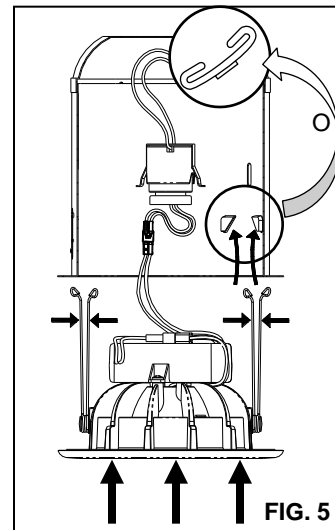
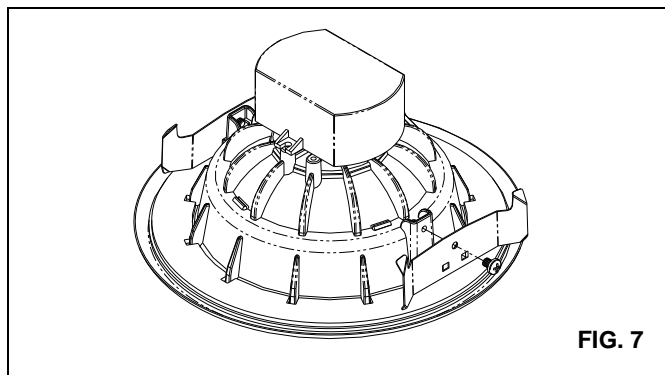

FIG. 5
FIG. 7
- Si el ALOJAMIENTO instalado no tiene RANURAS o CLIPS "C" para las ABRAZADERAS (FIG. 5), retire los TORNILLOS que sujetan las ABRAZADERAS al dissipador de calor. Coloque las LAMINAS DE FRICCION (incluidas) en la misma ubicación utilizando los TORNILLOS que previamente fueron quitados. (FIG. 7)
- Si usted está usando las ABRAZADERAS, apriete los dos brazos del RESORTE DE TORSIÓN e inserte en las RANURAS (o RECEPTOR DE ABRAZADERA) de el PORTALÁMPARAS. (FIG. 5)
- Mete todos los cables en el PORTALÁMPARAS y empuje con cuidado la reconversión ADAPTADOR DECORATIVO en PORTALÁMPARAS. (NOTA: Para proporcionar suficiente espacio en los PORTALÁMPARAS de poca profundidad, con cuidado posicione el ADAPTADOR DEL ZÓCALO y el enchufe al lado largo de la CONTROLADOR antes de insertar el RECONVERSIÓNADO ADAPTADOR DECORATIVO en el PORTALÁMPARAS). (FIG. 5)
- Mete todos los cables en el PORTALÁMPARAS y empuje con cuidado la reconversión ADAPTADOR DECORATIVO en PORTALÁMPARAS. (FIG. 5)
- Vuelva a instalar el ADAPTADOR DECORATIVO en la caja empotrada. (FIG. 5)